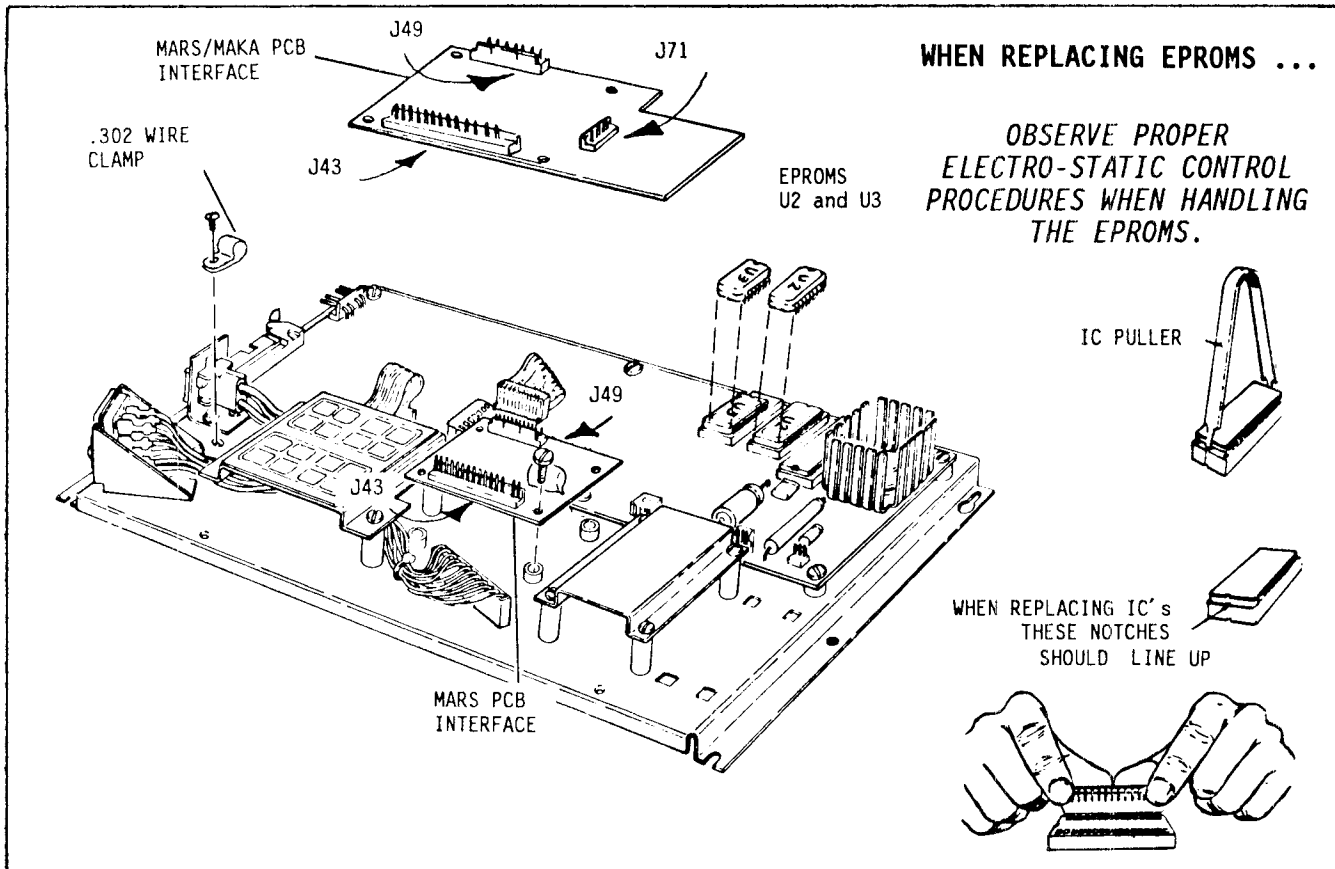

FIGURE 5
4. MODIFICATION OF DOOR CONTROLLER (See Figure 5)